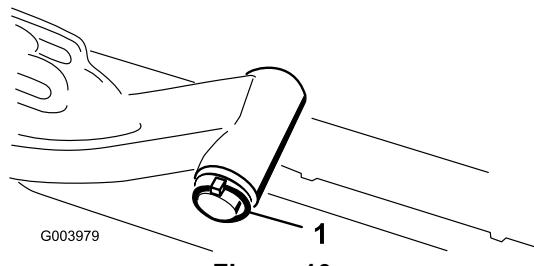

Figure 10
- A. Retirez la goupille à anneau et la rondelle qui fixent l'axe de pivot du bras de relevage au bras de relevage, et sortez l'axe de pivot du bras de relevage (Figure 10).
- C. Insérez l'axe du bras de relevage dans le bras de relevage et fixez-le à l'aide de la rondelle et de la goupille à anneau (Figure 10).